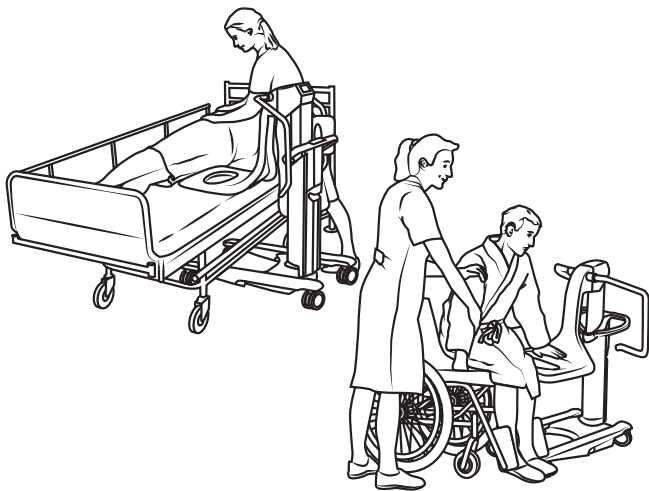

Figure 24
3. Grâce à un fauteuil élévateur d'hygiène, le patient assis peut être transféré du lit ou du fauteuil roulant à la baignoire Classic Line 2. Voir la section Figure 24.